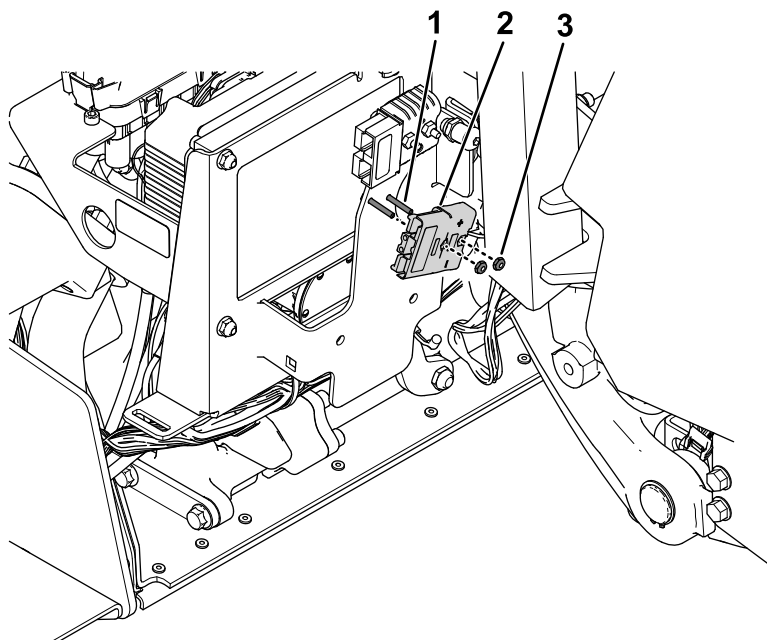

Figur 36
3. Afmonter det eksisterende sikringsbeslag fra stedet (Figur 36). Gem fastgørelsesanordningerne.